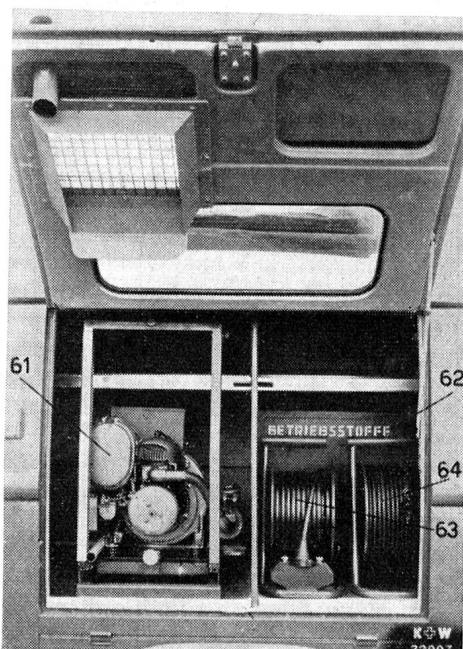

Fig. 12 **Compartiment du groupe électrogène**
3.2.5. Le compartiment du groupe électrogène. Dans le *compartiment du groupe électrogène* (cf. fig. 12) se trouvent: